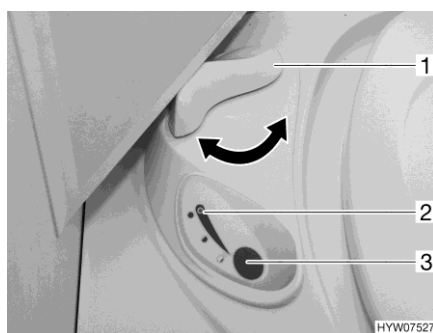

Fig. 148 Unité de commande des toilettes Thetford
- Avant d'actionner la chasse d'eau, ouvrir le curseur des toilettes Thetford. Tourner pour cela le levier du curseur (Fig. 148,1) dans le sens inverse des aiguilles d'une montre.
- Pour actionner la chasse d'eau, appuyer sur le bouton bleu (Fig. 148,3).
- Après avoir actionné la chasse d'eau, fermer le curseur. Tourner le levier du curseur (Fig. 148,1) dans le sens des aiguilles d'une montre.
- Le voyant de contrôle (Fig. 148,2) s'allume lorsque la cassette Thetford doit être vidée.